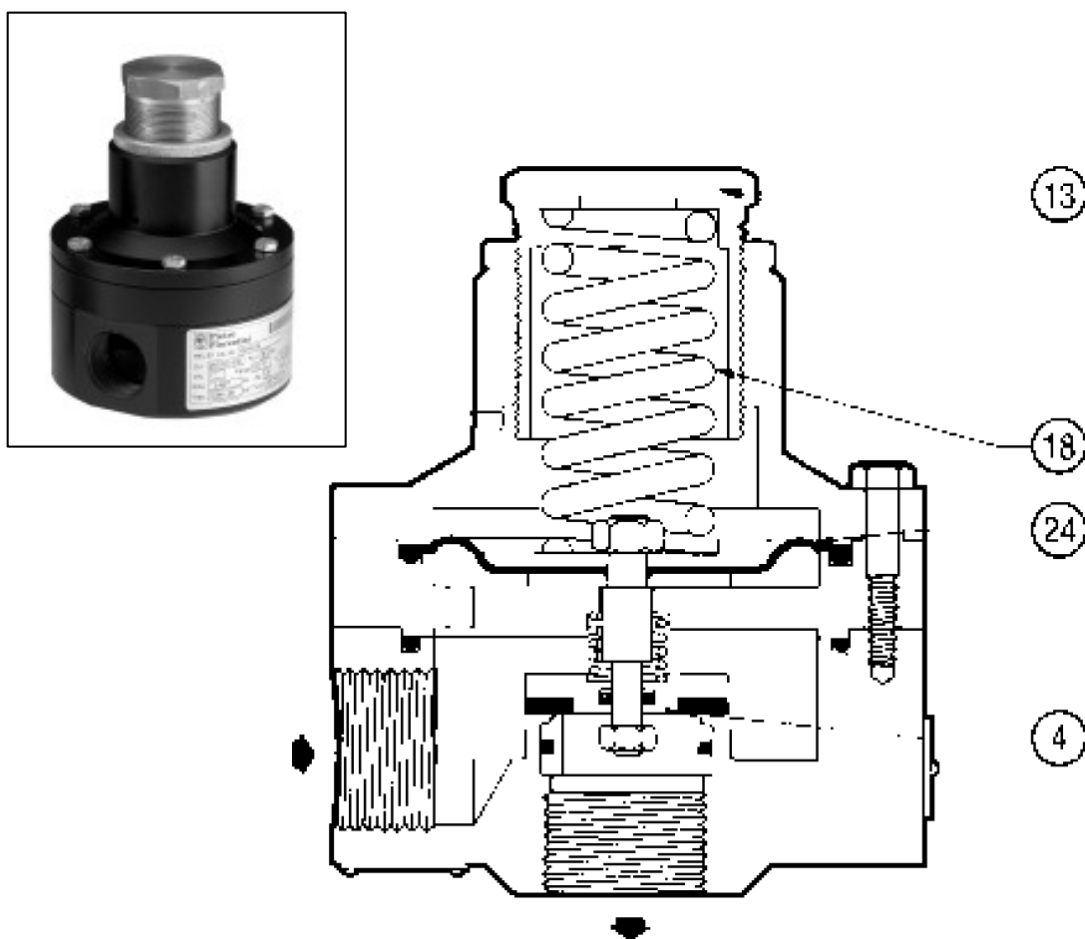

Рис. 2
1.3 КЛАПАН СЕРИИ VS/AM 56 (РИС. 2)